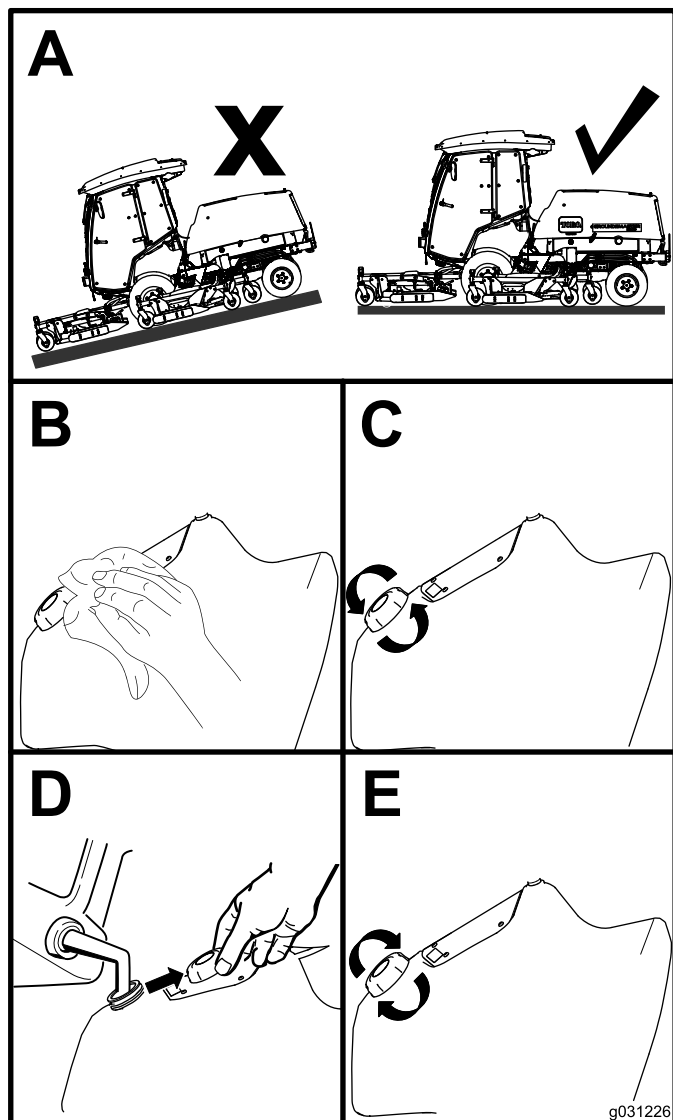

Figure 31
1. Garez la machine sur un sol plat et horizontal (Figure 31).